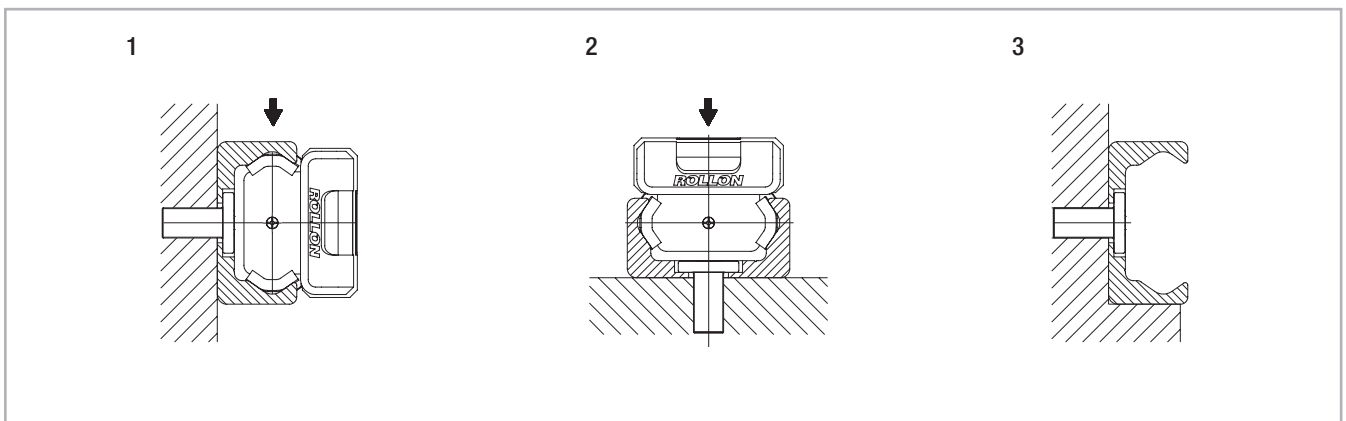

Fig. 157
Le guide T e K possono essere montate in due posizioni in relazione alla forza esterna. In caso di sollecitazione assiale del cursore (fig. 157, pos. 2) la capacità di carico ammissibile si riduce per via dei cuscinetti radiali impiegati. Se possibile, montare pertanto le guide in modo che il carico risultante agisca sui perni volventi in direzione radiale (fig. 157, pos. 1). Il numero di fori di fissaggio nella guida è dimensionato in relazione ai valori di capacità di carico. Si raccomanda l'uso di viti con classe di resistenza 10.9. In caso di applicazioni critiche con vibrazioni o requisiti elevati di rigidità è utile prevedere un supporto della guida (fig. 157, pos. 3).